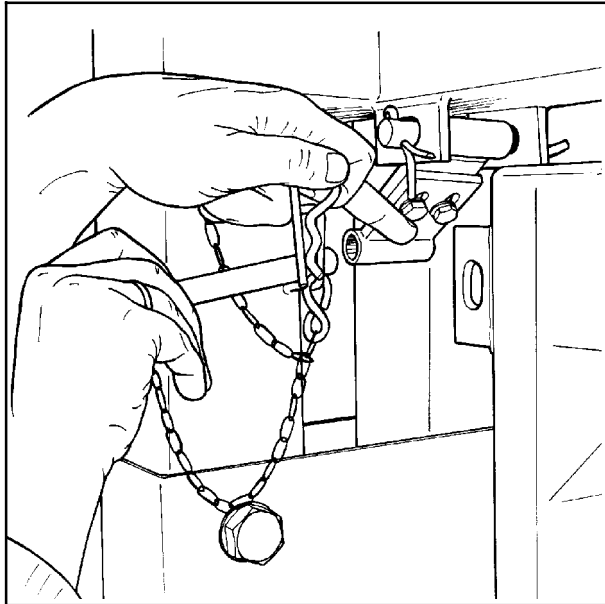

Fig. 4-5
6. Retirez la broche de verrouillage qui fixe le bras rotatif au châssis pendant le transport. (Voir fig. 4-5).